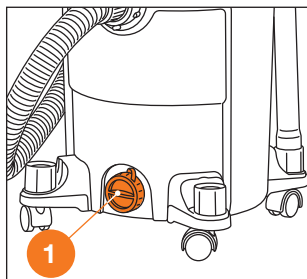
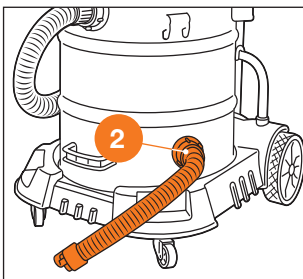

Рис. 18
Рис. 19
ся). Немедленно выключите пылесос и отключите от питающей сети. Подставьте подходящую емкость, открутите сливную пробку ① и слейте жидкость **DAVC 2500SD / 2514S / 2516S / 6025S** (Рис. 18) для модели **DAVC 6030S** откройте сливную пробку, опустите шланг ② и слейте жидкость (Рис. 19). После завершения слива жидкости установите пробку на место.